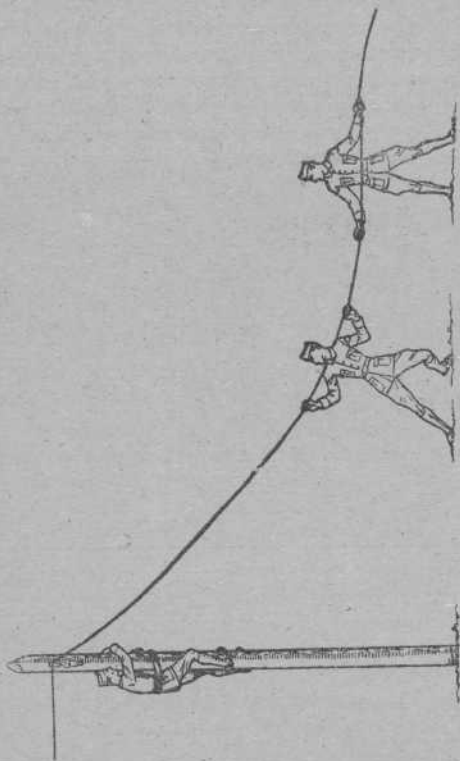

FIG. 42
*A brazo desde el suelo.* — Aunque menos buena que la anterior, es una forma de hacer el tensado bastante práctica, y habrá que recurrir a ella cuando no se disponga de trócolas. Consiste en hacer una retención floja con el hilo y tirando uno o dos individuos desde tierra, que se ponen de espaldas al hilo y lo rodean con los brazos y manos fuertemente. Cuando esté bien tenso, se aprieta la retenida, dejándola fija (fig. 42).
para que llegue hasta el poste donde se va a hacer el empalme; cogiendo la otra punta de dicho trozo, se sube el obrero de línea al poste, tensando a brazo sobre la garganta del aislador. Primero, una parte de la línea, y después la otra; cortando todo lo sobrante y dejando solo dos puntas, que se arrollan cada una de ellas sobre el otro hilo, después de haber raspado para que haga buen contacto (fig. 42); si tuviésemos trócolas, se podría hacer el empalme en mejores condiciones, tensando bien un trozo